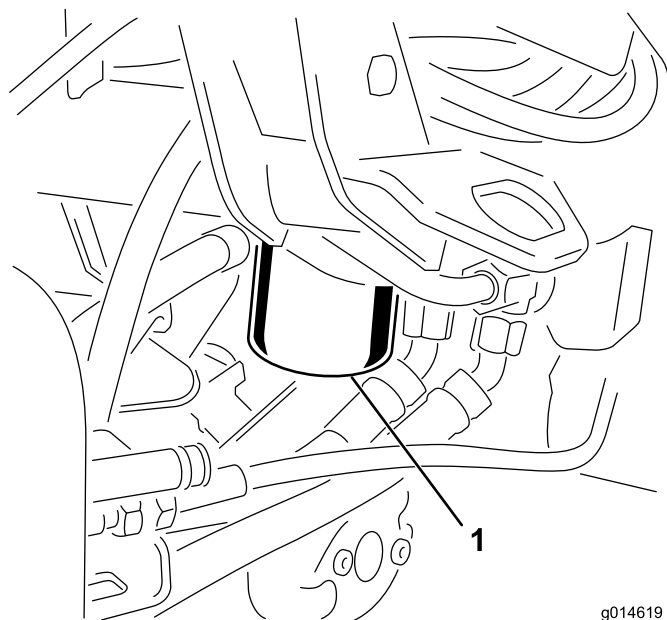

图41
1. 清洁过滤器安装区周围的区域图41。在过滤器下面放置一个放油盘并拆下过滤器。